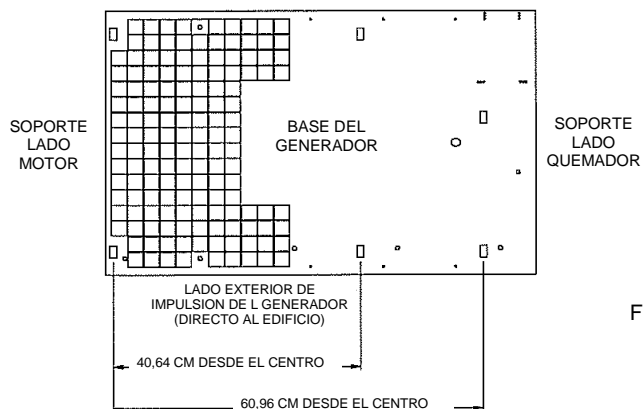
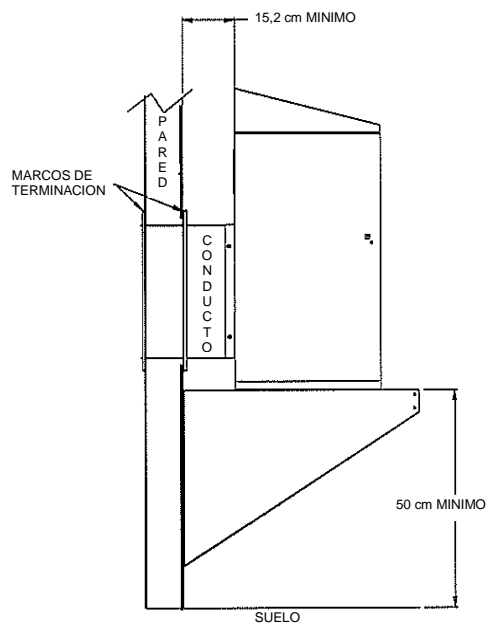

Figura 15
Figura 16
- 5- Posicionar el generador de tal forma que el conducto esté a ras con la pared interior del edificio y los agujeros de la base estén alineados con los agujeros de los soportes (Figura 15, Figura 16).